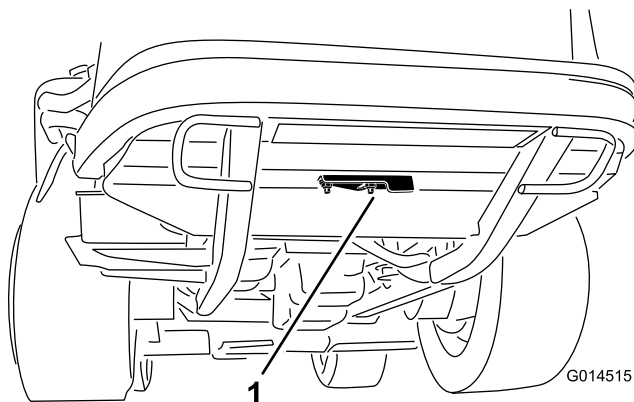

図 46
2. クリーン・アウト・カバーを後フレームの下側に固定しているフランジナットをゆるめる（図 46）。カバーをめくると、フレームのクリーン・アウト・ホール（清掃穴）が露出する。